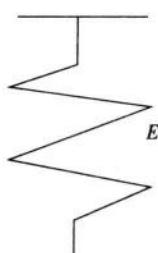

图 1-3 理想弹性体模拟
**1. 模拟元件** 虎克定律的模拟元件是一根弹簧，其代号为【H】，如图 1-3 所示。弹簧承受拉力和承受压力效果相同。